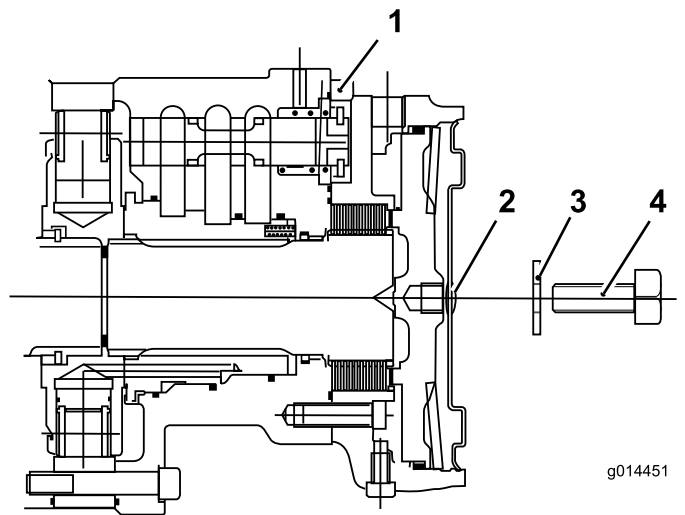

Bild 39
- Entfernen Sie die Schraube (12 x 40 mm) und Unterlegscheibe (12 mm) aus dem Loch in der Mitte der Motorendplatte (Bild 39).